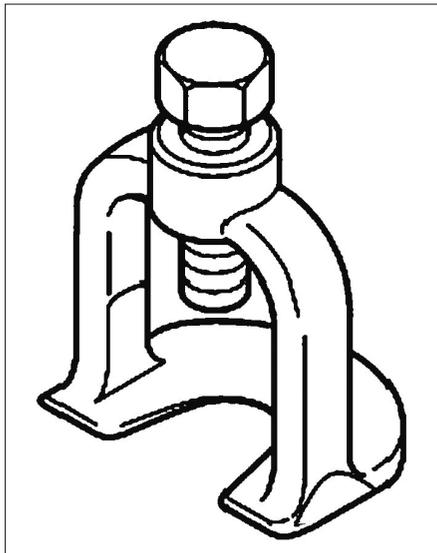

FIG. 1
- Extracteur de rotule de pivot (réf : 321190) (Fig.1).